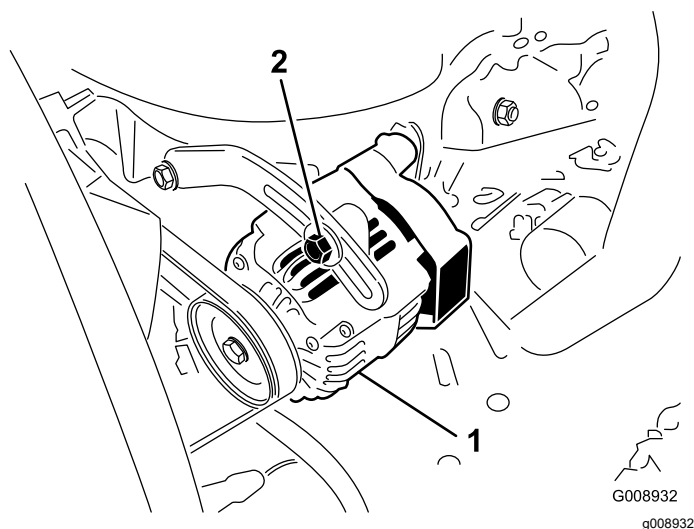

図 73
オアウターネータのベルト図 73は100運転時間ごとに点検します。
2. たわみが10 mmでない場合には、オルタネータ取り付けボルトをゆるめる図 73。適当な張りに調整してボルトを締める。ベルトのたわみが適切に調整されたことを確認する。